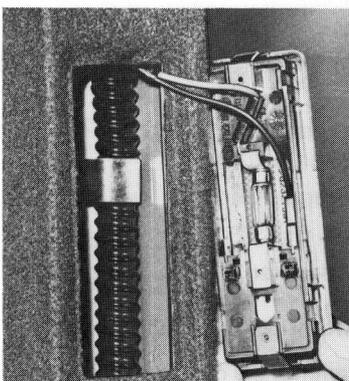

Fig. 42
- 1 – (Fig. 42). Retirer l'ensemble de lampe du montant de cabine.